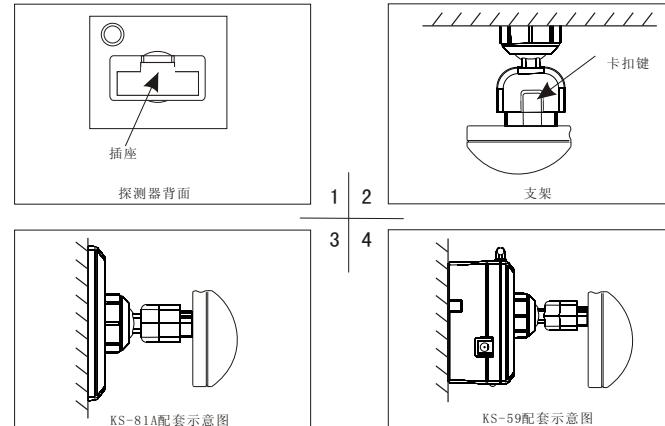

图8
2. 3、探测器与KS-59/KS-81A安装、拆卸方法(如图8)：